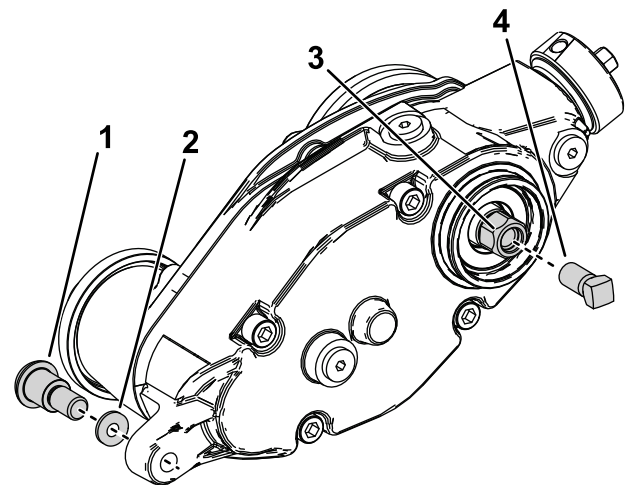

図 25
3. グルーマを駆動ボックスをアジャスタアームに接続しているショルダボルトと硬化ワッシャを外す 図 25。
5. 図 25 のように、補強ねじP/N 1-803022 別売をグルーマ駆動六角ヘッドのねじ溝に取り付けて 13.5 Nm / 1.4 kg.m = 120 in-lb にトルク締めする。
6. グルーマ駆動六角ヘッドを回して、リールからグルーマ駆動ボックスを外す 図 25。